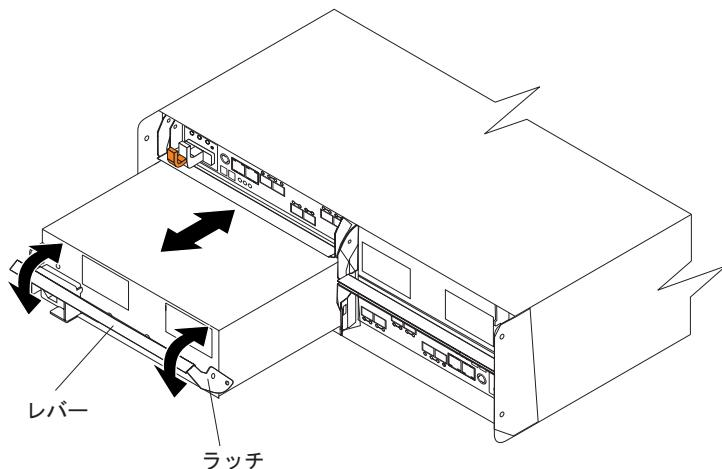

図 83. 電源機構およびファン・ユニットの交換
AC 電源機構およびファン・ユニットを交換するには、以下の手順を使用します。161 ページの図 83 に、ユニットの取り外しと挿入を示します。
11. ゆっくりとレバーをシャーシから引き離し、161 ページの図 83 に示すように電源機構およびファン・ユニットを取り外します。